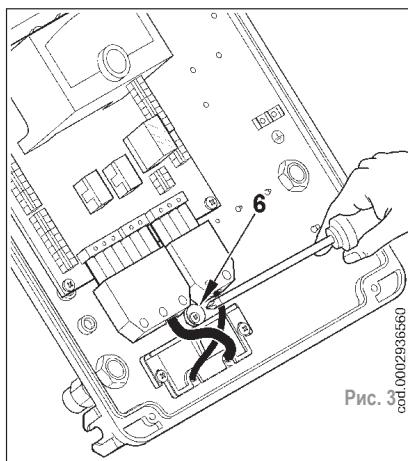

Рис. 3
- Снова установить пластину крепления кабелей (рисунок 3). Повернуть эксцентрик (6) так, чтобы плата оказывала надлежащее давление на кабели, затем затянуть винты крепления пластины. В завершение, подсоедините 7-ми и 4-х штырьковый разъемы.